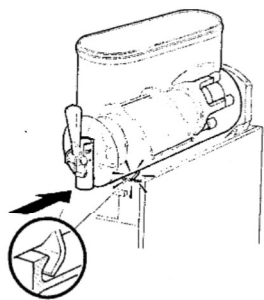

рис. 17
- 7-Установите чашу, проталкивая ее к задней стенке до тех пор, пока она плотно не установится на прокладке и передних крепежных крюках (см. рис. 17)